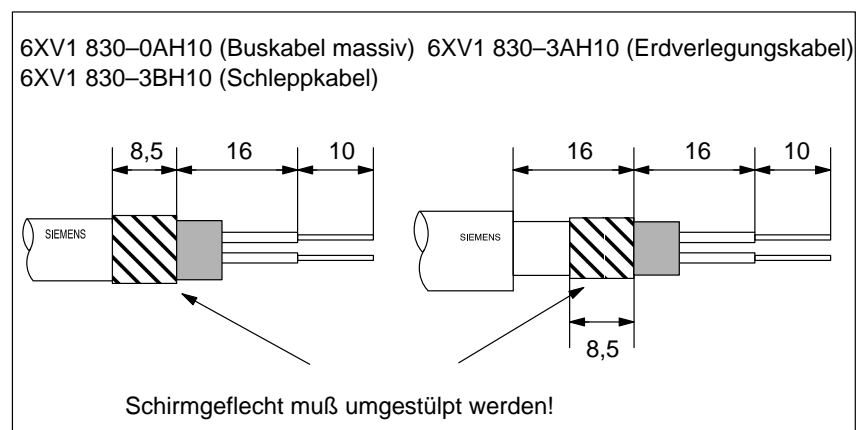

Bild 4-10 Länge der Abisolierungen für den Anschluß am PROFIBUS Terminator
2. Isolieren Sie das PROFIBUS-Buskabel gemäß Bild 4-10 ab.